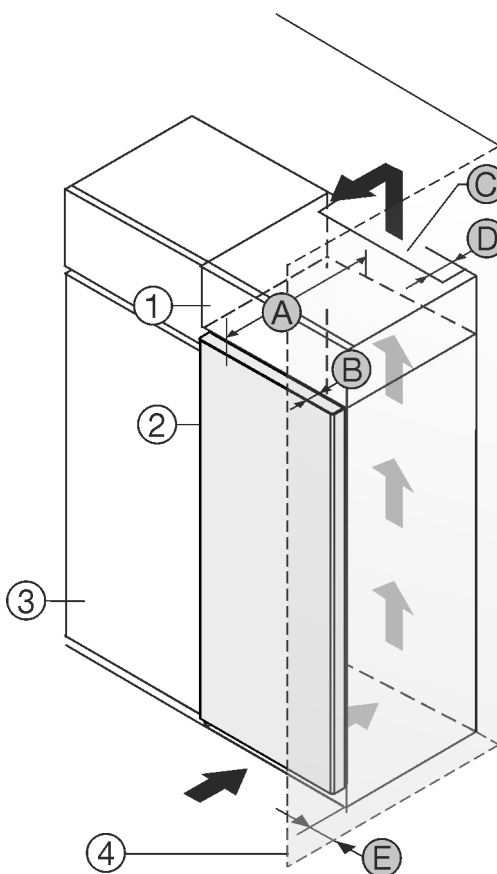

Fig. 1
Puede colocar el electrodoméstico junto al armario de cocina Fig. 1 (3)*.
En la parte posterior del armario superior debe estar disponible un pozo de ventilación con la profundidad Fig. 1 (D) sobre la totalidad del ancho de armario superior.*
Debajo del techo debe respetarse la sección transversal de ventilación Fig. 1 (C)*.
Si el electrodoméstico se instala con las bisagras al lado de una pared Fig. 1 (4), la separación entre el mismo y la pared debe ser de por lo menos 13 mm.*
Si el electrodoméstico se instala con las bisagras al lado de una pared Fig. 1 (4), la separación entre el mismo y la pared debe ser de por lo menos 20 mm.*
A fin de poder abrir completamente la puerta, el electrodoméstico debe sobresalir alrededor de la profundidad de la puerta Fig. 1 (B) en comparación con la parte frontal del armario de cocina. Dependiendo de la profundidad del armario de cocina Fig. 1 (3) y el empleo de separadores de pared el aparato puede sobresalir aún más.*